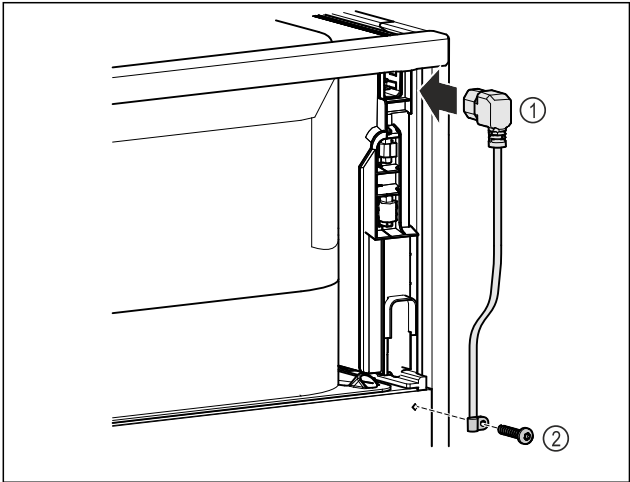

Fig. 40
- ▶ 插上冰箱背面电源线的冰箱插座 Fig. 40 (1)。
- ▶ 安装张力释放线扣。 Fig. 40 (2)